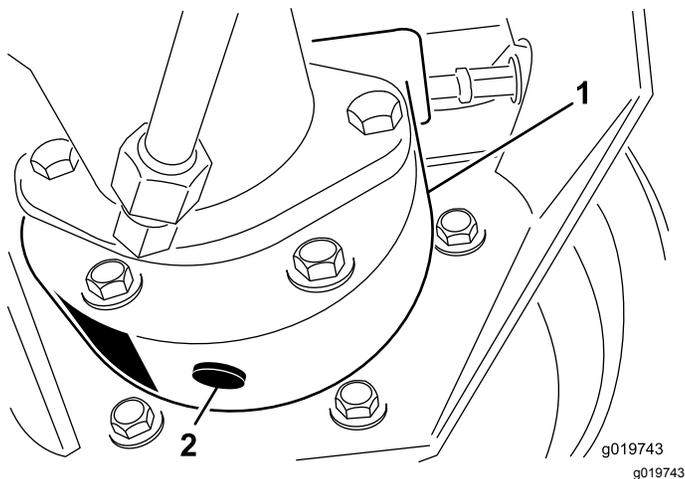

Figura 73
3. Mettete una bacinella sotto la scatola del freno, togliete il tappo di spurgo e lasciate defluire l'olio (Figura 73).